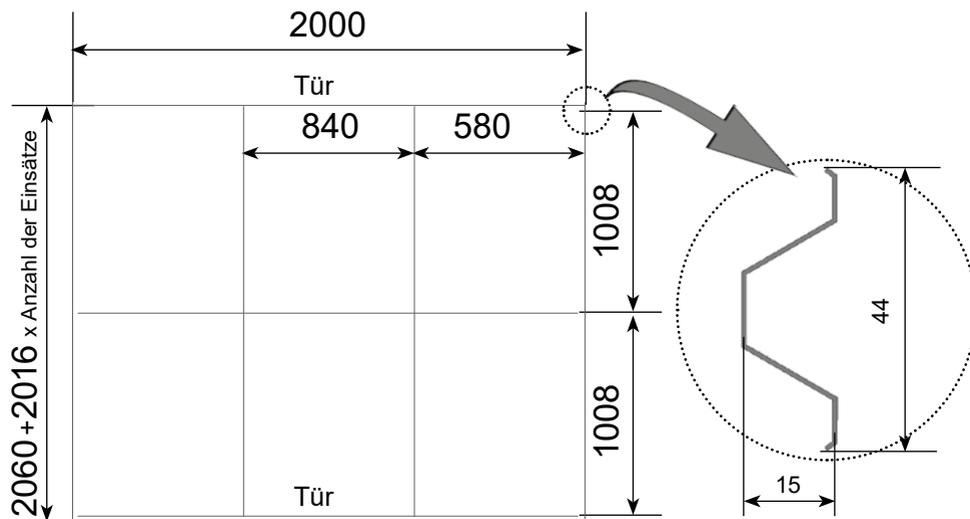

Abb. 3 Grundriss des Gewächshausfundaments.
3. Graben Sie an der für den Aufbau des Gewächshauses ausgewählten Stelle Löcher, wie im Schema in Abb. 3 gezeigt, bis zur Tiefe einer Spatenlänge. Setzen Sie den Rahmen in die Löcher. Verwenden Sie die Leine, um zu überprüfen, ob die Diagonalen des Rahmens gleich sind. Die allgemeine Ausrichtung des Gewächshauses auf dem Boden erfolgt so, dass die unteren Teile 10 der Türöffnung den Boden berühren und die Teile 2 etwa 5 cm über dem Boden liegen. Verwenden Sie die Leine erneut, um die Diagonalen auf Gleichheit zu überprüfen und gegebenenfalls die Ecken des Rahmens anzupassen.